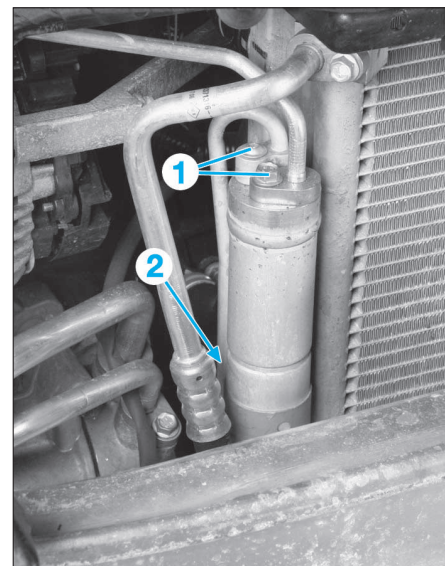

FIG. 17
- les vis (1) de fixation des raccords des canalisations sur le déshydrateur puis les désaccoupler (Fig.17).
- les vis (2) de fixation du collier de bridage du déshydrateur.